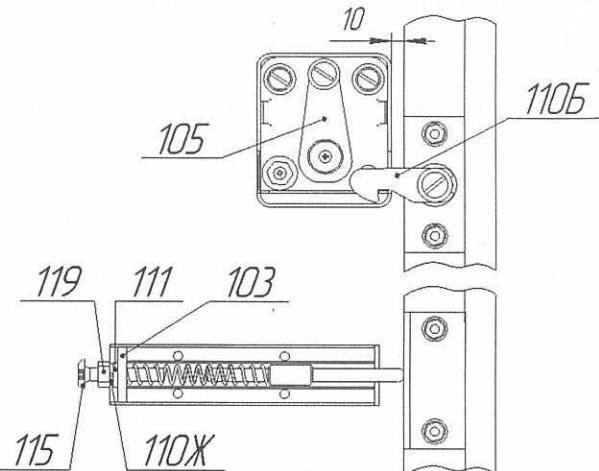

Рис.8
К панели поз.42 присоединить механизм фиксации поз.105, используя винты поз.114, шайбы поз.121 (рис.1.2.3). Присоединить к панели поз.42 механизм выталкивания, состоящий из деталей поз. 103, 104, 107, 108, 109, 110Ж, 111, 115, 119 (рис.1.2.4 и рис.8). Винт поз.115 ввинтить в корпус толкателя поз.103 на несколько оборотов (рис.8). Для закрепления к коробу использовать винты поз.117. На головки винтов поз.117 установить заглушки поз.120 (рис.1.2.4).
**!** 9. Отрегулировать упор, установленный по рис.1.2.4. Для этого поднять раму кровати в вертикальное положение. Надавить на раму в области установленного механизма фиксации поз.105. Вращением винта M8x45 поз.115 добиться, чтобы рама кровати не доходила до касания с механизмом фиксации поз.105 (рис.8) 10мм. Придерживая от вращения винт поз.115, затянуть гайку поз.119 до упора так, чтобы шайбы поз.110Ж и поз.111 оказались прижаты к корпусу толкателя поз.103.
Надавить на верхний угол рамы кровати около механизма фиксации поз.105 до зацепления собачки поз.110Б за механизм фиксации поз.105 (рис.8). Должен быть слышен чёткий щелчок. Повторное нажатие приведёт к отсоединению собачки и наклону рамы кровати для дальнейшего опускания в горизонтальное положение.